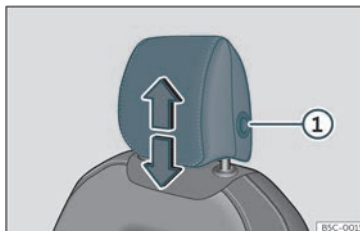
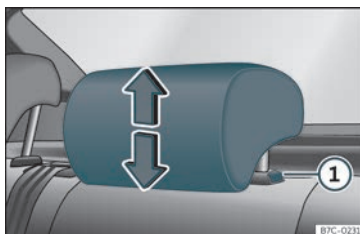

Fig. 97 Sedile anteriore: regolazione del poggiatesta.
Fig. 98 Poggiatesta posteriore: regolazione del poggiatesta.
agire analogamente, premendo il tasto laterale ①»» fig. 97 »» fig. 98.
- Premere il pulsante laterale»» fig. 97 ① e rimuovere il poggiatesta.